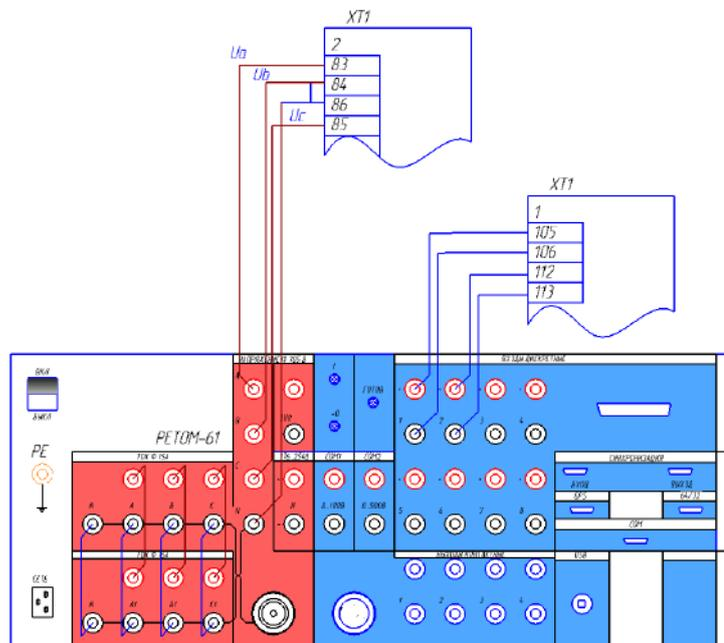

Рисунок 5.8 – Схема подключения токовых и дискретных цепей РЕТОМ–61 к блоку Seram
11. Произвести проверку действия терминала на параметрируемые уставки защит. Для этого подключить устройство РЕТОМ–61 в соответствии со схемой подключения (рис. 5.8).